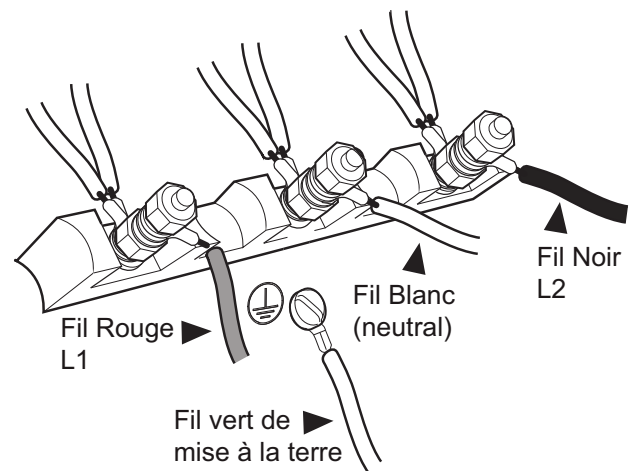

Figure 17 : Connexion à quatre fils
4. Fixez le fil neutre mis à la terre du circuit d'alimentation au plot central du bloc de jonction avec un écrou (voir la *Figure 17*).